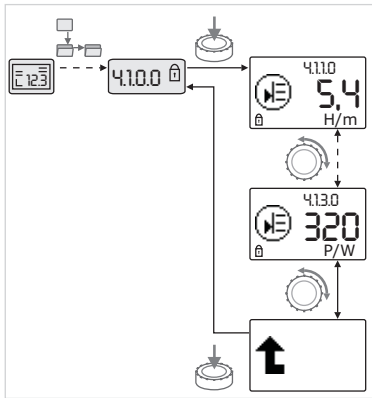

Fig. 42: Informationen abrufen
- Durch Drehen des Bedientknopfs Menüelemente des Typs „Information“ des aktuellen Untermenüs ansteuern (siehe Fig. 42). Erläuterung der durch Symbole repräsentierten Einstellungen siehe Tabelle in Kapitel 8.7 „Referenz Menüelemente“ auf Seite 36.